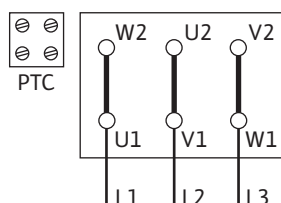

Fig. 10: Y-Δ-start
- Nettilslutningen er afhængig af motoreffekten P2, netspændingen og tilkoblingstypen. Nødvendig tilkobling af forbindelsesbroerne i klemmeboksen fremgår af følgende tabeller samt Fig. 10, 11 og 12.